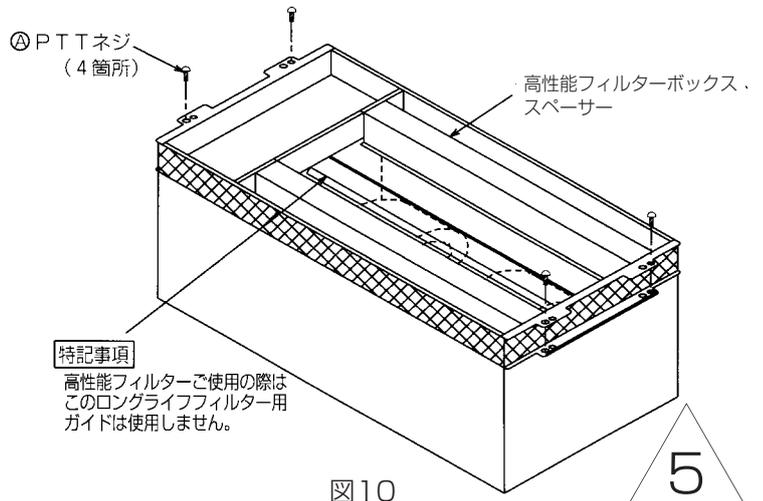

図10
①取付け方向に注意して、高性能フィルターボックス、スペーサーを図10のように本体に乗せてください。
②付属の④ PTTネジにて4カ所をネジ止めしてください。